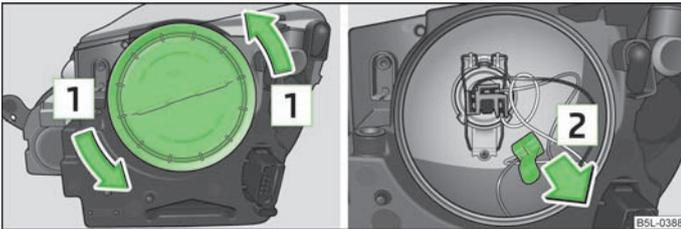

Abb. 170 Gummabdeckung abnehmen / Fassung für Standlicht (Halogen-Scheinwerfer) ausbauen
- › Die Gummabdeckung in Pfeilrichtung **1** **OPEN (öffnen)** drehen » Abb. 170 und abnehmen.
- › Die Fassung in Pfeilrichtung **2** herausziehen » Abb. 170.